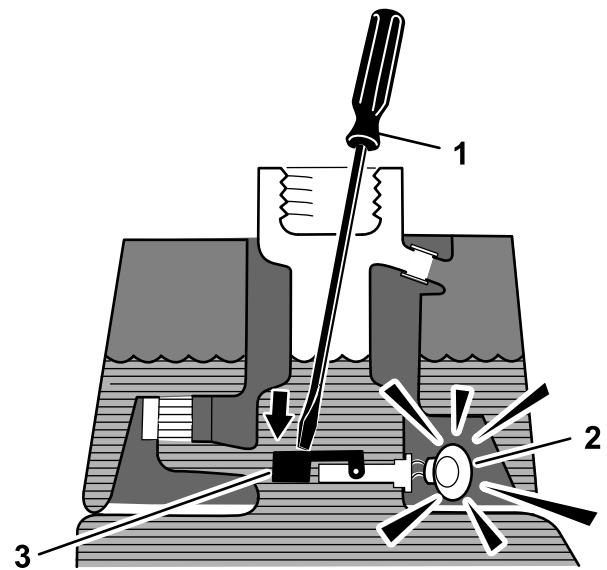

Рисунок 47
3. Вставьте чистый стержень или отвертку в горловину бака и слегка нажмите на поплавковый переключатель (Рисунок 47). После секундной задержки должен прозвучать предупреждающий звуковой сигнал.